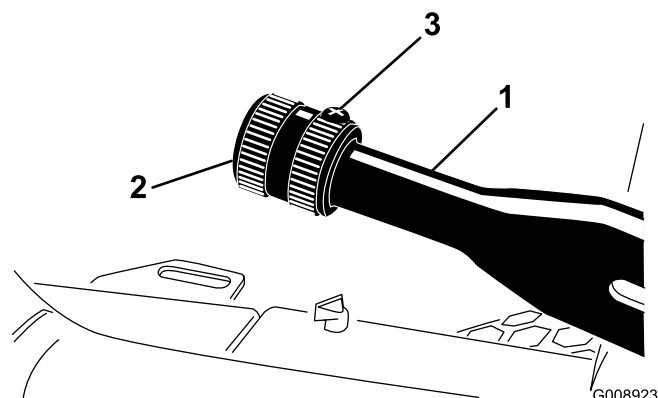

Рисунок 71
1. Ослабьте установочный винт, с помощью которого рукоятка подсоединяется к рычагу стояночного тормоза (Рисунок 71).